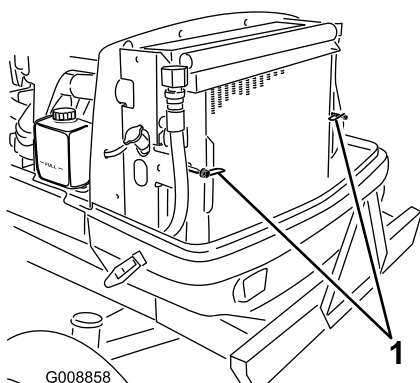

図 77
2. ラッチ (図 77) を回して、オイルクーラをフレームから外す。